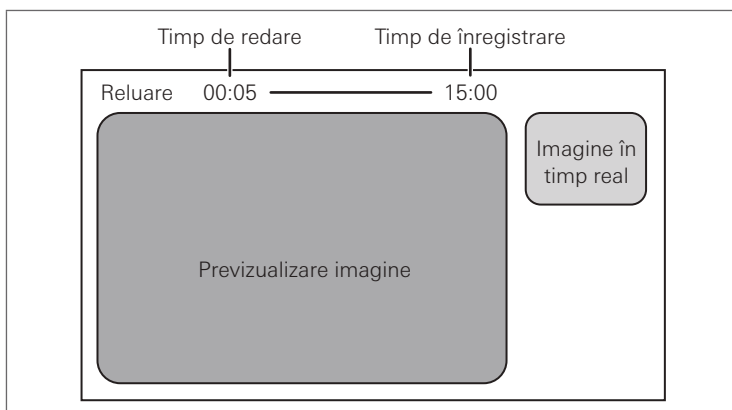

Figura 5.59
- Dacă apăsați butonul [Afișare], imaginea afișată în mod curent pe ecranul tactil este afișată și pe monitor. (Figura 5.59)